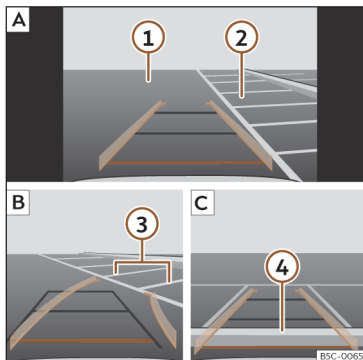

Fig. 136 Visualização no ecrã do sistema de infotainment: estacionar com o assistente de marcha-atrás.
Legenda da >>> **Fig. 136:**
- Posicione o veículo à frente do lugar de estacionamento >>> **Fig. 136 2 A**.